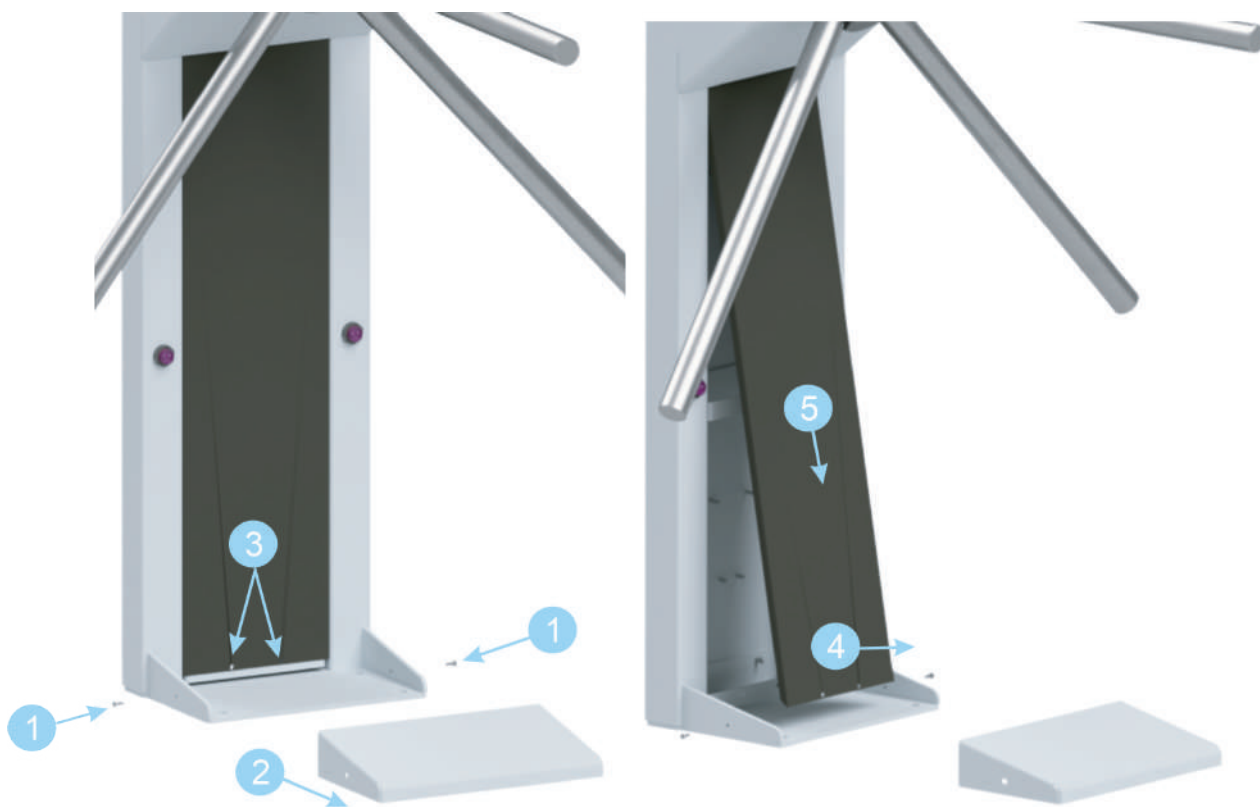

Рисунок 7.4.2 – Разборка кожухов турникета «STR-01».
- 1 Получить доступ к монтажному основанию и контроллеру управления турникетом, для этого необходимо выполнить следующие действия (см. рисунок 7.4.2):